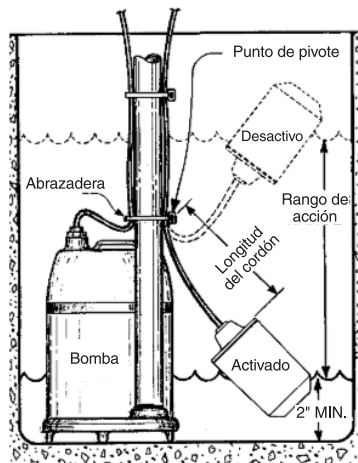

Figura 2
1. Monte la abrazadera de unión en la bomba o en la tubería de descarga. Asegúrese de que el flotador puede moverse libremente hacia arriba y hacia abajo sin que se interponga ningún objeto (vea la Figura 2).